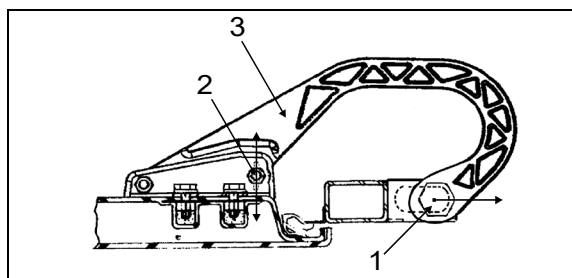

FIGURE 79 : CHARNIÈRE DE PORTE SUPÉRIEURE
2. Desserrer l'écrou (1, Figure 79).
3. Déplacer la pièce (3, Figure 79) tel qu'illustré dans la figure pour l'ajuster vers la gauche ou la droite.
4. Serrer l'écrou (1, Figure 79).
5. Desserrer l'écrou (2, Figure 79).